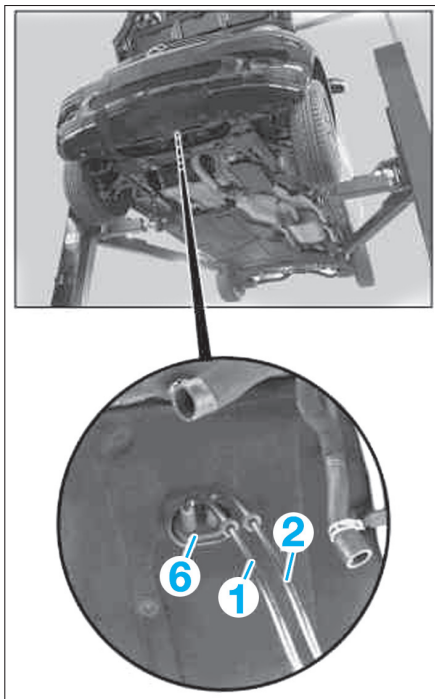

FIG. 5
- Repousser les agrafes de sécurité (4) en arrière (vers la planche de bord) et les bloquer dans cette position en les tournant sur la droite.
- Sortir les câbles de commande (1) et de sélection (2) des dispositifs de réglage (5).
- Dégrafer du tablier le manchon (6) des câbles de commande (1) et de sélection (2) (Fig.5).